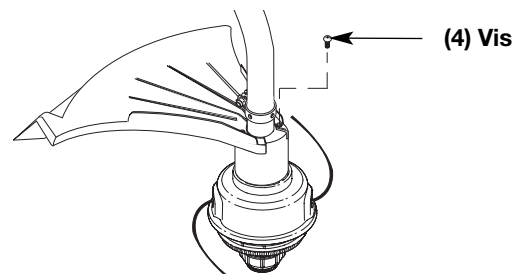

Fig. 5
3. Posez les vis à l'aide d'un tournevis à empreinte cruciforme (Fig. 5).